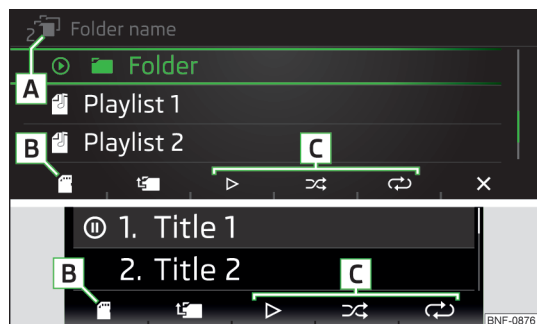

Fig. 101
Listă de directoare/titluri » fig. 101
- Pentru **selectarea sursei audio în lista directoarelor/titlurilor** apăsați repetat tasta funcțională **B**, până când pe ecran se afișează poziția **B** » fig. 101 / a pagina 87.